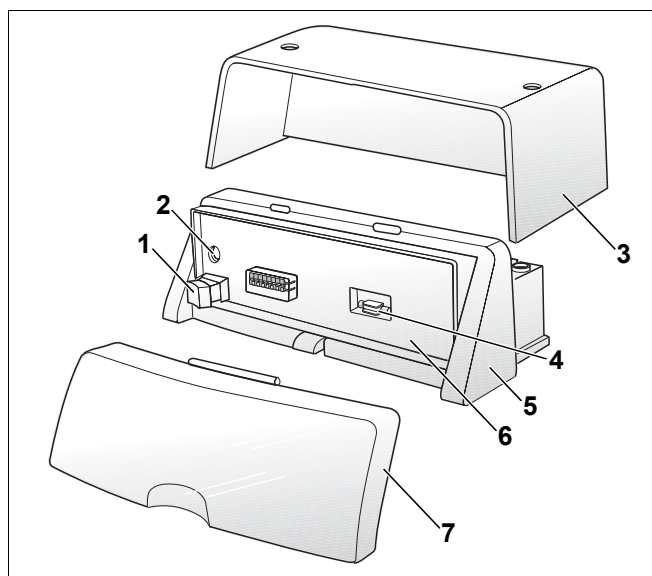

Рис. 1 Система управления Logamatic MC10
- Система управления (рис. 1, **поз. 5**) для установки главного регулятора (с регулировкой наклона) и функциональных модулей, с кабельными вводами и фиксаторами проводов.
- Пусковой выключатель (рис. 1, **поз. 1**) для подачи электропитания ко всей отопительной установке.
- Предохранитель отопительной установки, за крышкой (рис. 1, **поз. 2**).
- Запасной предохранитель (рис. 1, **поз. 4**).
- Прозрачная крышка (рис. 1, **поз. 7**) для защиты главного регулятора и системы управления от пыли.
- Верхняя крышка (рис. 1, **поз. 3**) для защиты модулей и электрических подключений от пыли.
- Откройте прозрачную крышку (рис. 1, поз. 6, стр. 4).